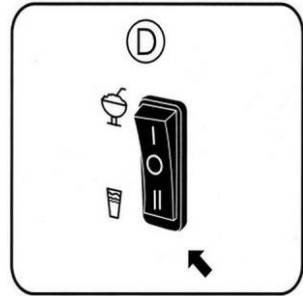

Fig. 5
Den vänstra tanken är dock för kalla drycker. För att förbereda en kall dryck i denna tank, ställ omkopplaren (D) till "Cool"-läget, som visas i Fig. 5.